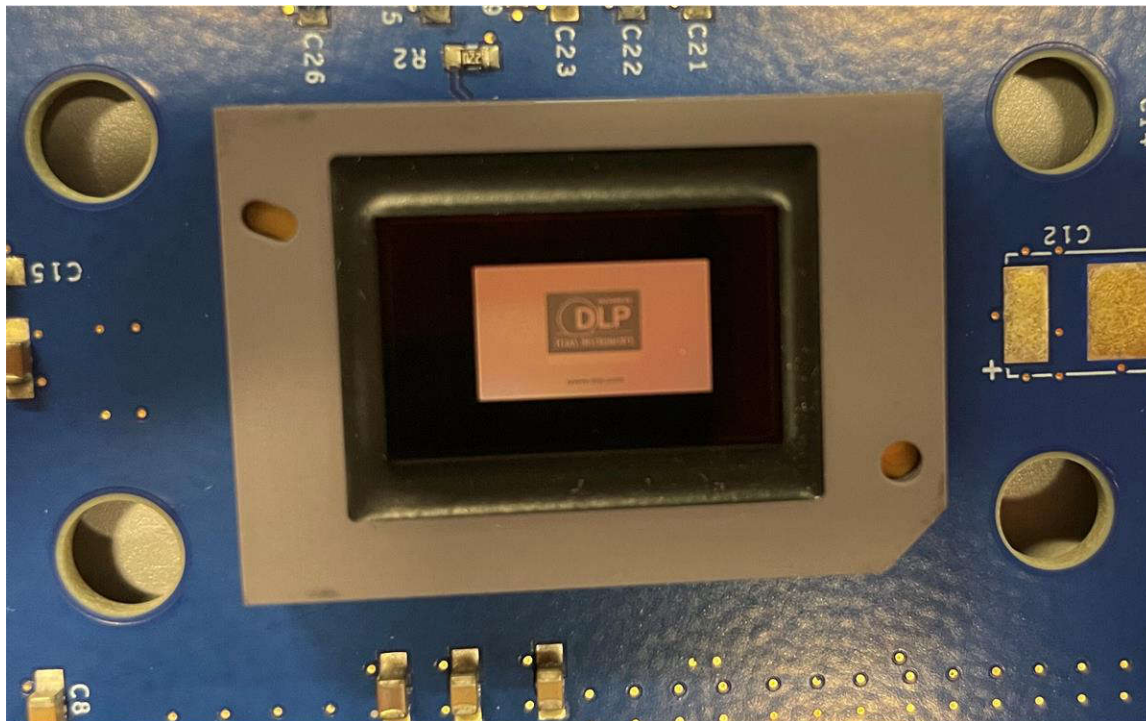

図 3-5. DMD に表示されるスプラッシュ画像
- d. SW5 と SW1 の各スイッチをオンの位置に切り替えて、EVM をオンにします。約 3 秒後、D5、D6、D7 の各 LED が点灯し、D15 の LED が点滅していることがわかります。DLP テキサス インスツルメンツのロゴは DMD に見ることができます。図 3-5 を参照してください。